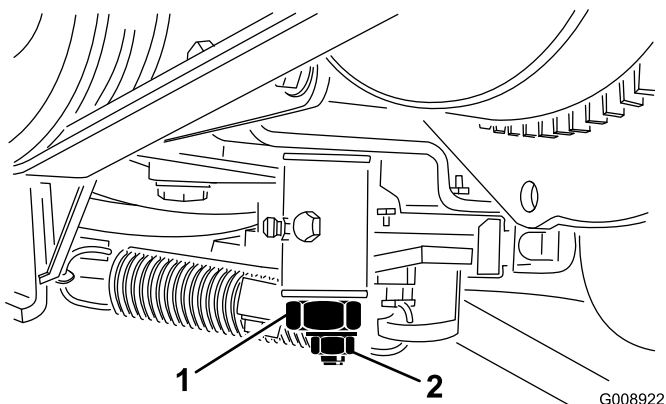

Figura 51
2. Afloje el conector del cable del acelerador en la palanca de la bomba de inyección (Figura 51).